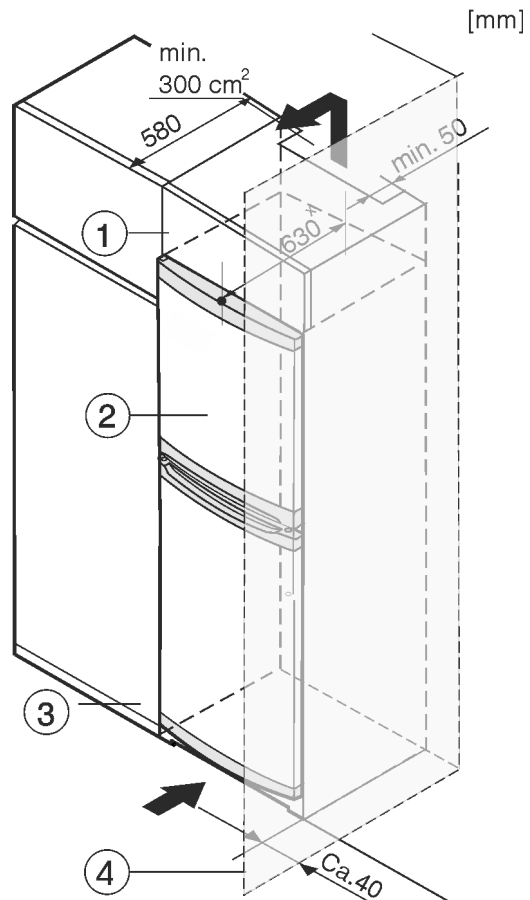

Fig. 8
L'appareil peut être intégré dans des meubles de cuisine. Pour adapter l'appareil *Fig. 8 (2)* à la hauteur du coin cuisine, une rehausse *Fig. 8 (1)* peut être posée sur l'appareil.
Lors de la transformation avec des placards de cuisine (profondeur max. 580 mm), le réfrigérateur peut être placé directement à côté du placard de cuisine *Fig. 8 (3)*. Le réfrigérateur dépasse sur les côtés de 34 mm \* et au centre du réfrigérateur de 50 mm \* par rapport à la façade du placard.
Si le réfrigérateur est installé avec les charnières près d'une paroi *Fig. 8 (4)*, la distance entre le réfrigérateur et la paroi doit être d'au moins 40 mm. Cela correspond au dépassement de la poignée lorsque la porte est ouverte.